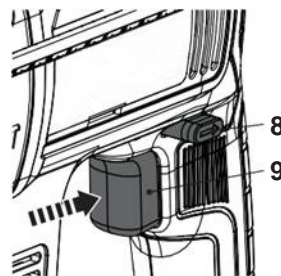

Fig. 8
1. Ligue o produto pressionando o interruptor de ligar/desligar (9) (Fig. 8).
2. Desligue o produto soltando o interruptor de ligar/desligar (9).